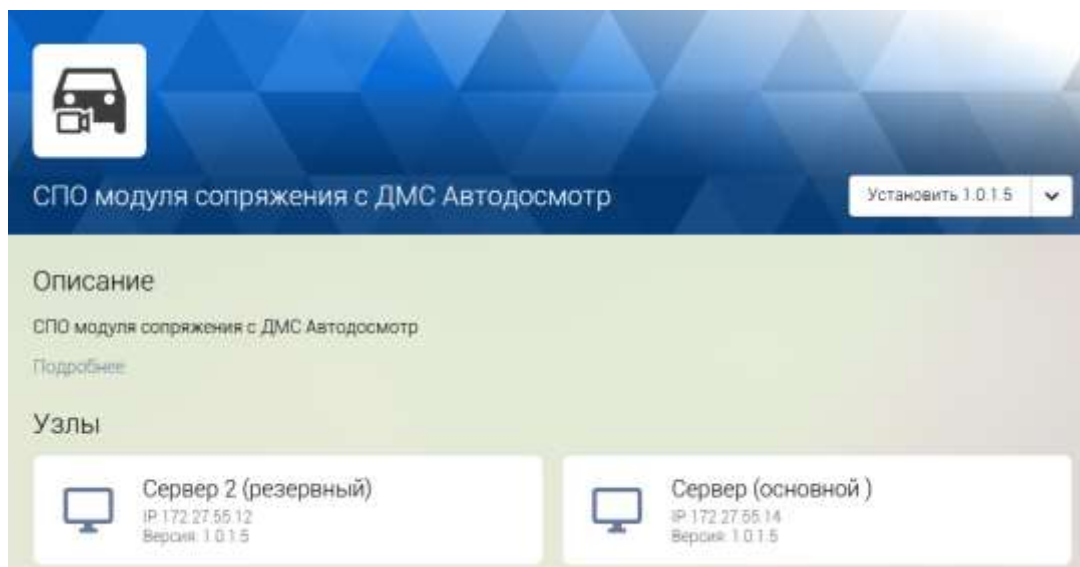

Рисунок 7 — Карточка продукта
– в случае успешной загрузки дистрибутив регистрируется в системе и готов к установке. Все зарегистрированные дистрибутивы отображаются в окне **Пакеты**, для того чтобы получить информацию о релизе зарегистрированного СПО достаточно кликнуть по соответствующей карточке, также в карточке перечислены узлы системы, на которых уже установлено данное СПО (Рисунок 7);